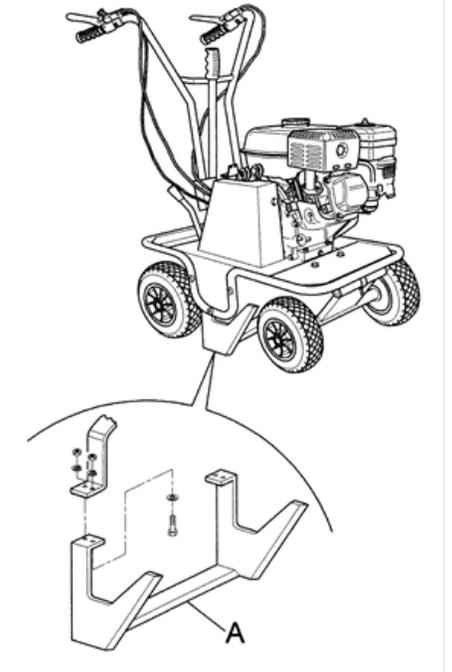

Рис. 10
- Если во время работы лезвие (рис. 10, поз. А) наткнулось на камень или пенек, немедленно остановитесь и проверьте, не погнулось ли и не сломалось ли лезвие. Поврежденное лезвие следует заменить.